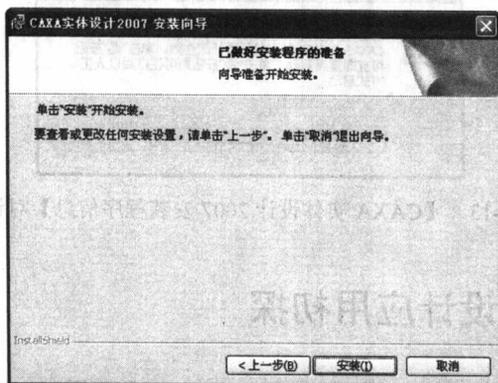

图 1-10 【已做好安装程序的准备】界面
(9) 单击 **下一步(N) >** 按钮进入【已做好安装程序的准备】界面，如图 1-10 所示。